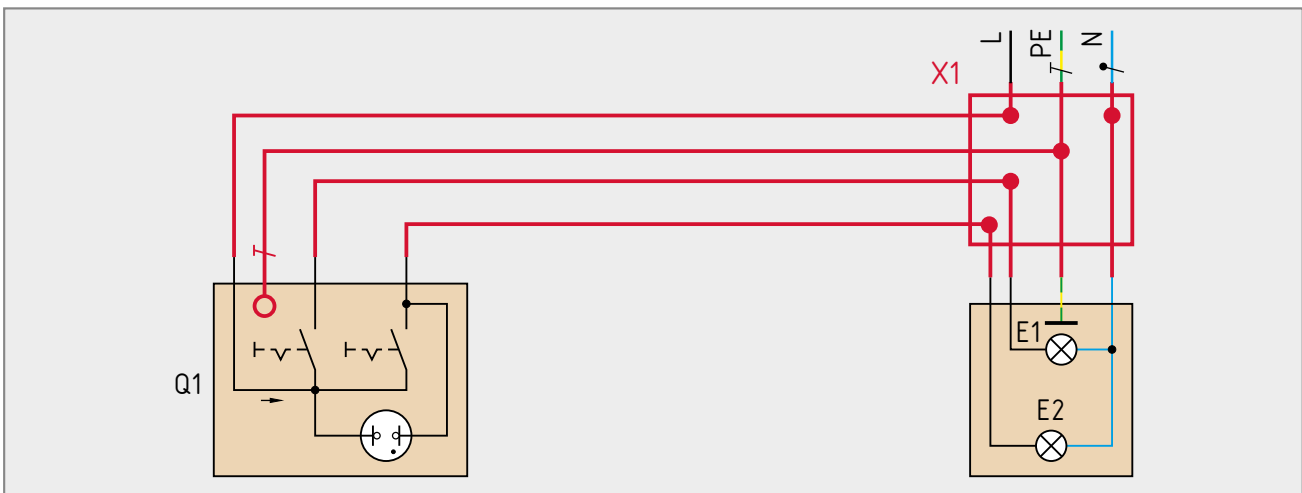

Bild 2: Serienschaltung
18. Vervollständigen Sie die Serienschaltung nach **Bild 2**.